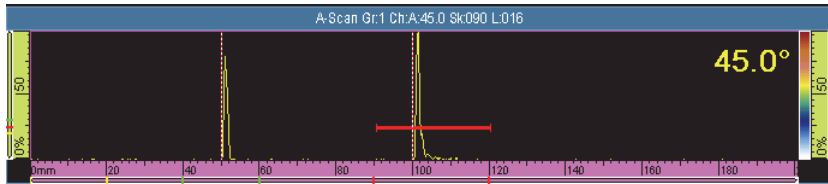

Figura 5-4 Ajustar a porta sobre o segundo sinal
- a) Nos parâmetros **Iniciar** e **Largura**, insira os valores para ajustar a porta A sobre o segundo sinal de acordo com o mesmo método usado para o primeiro sinal (veja Figura 5-4 na página 133).